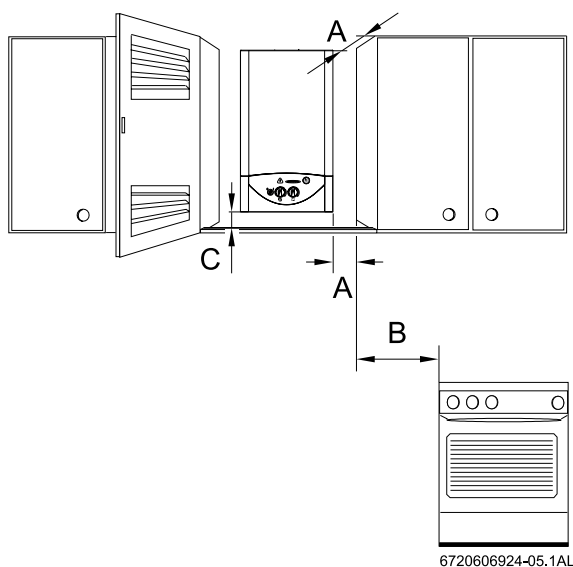

Fig. 6 Dimensiuni minime
- ▶ Să se asigure acces pentru lucrările de montaj și de întreținere - pentru aceasta respectați informațiile referitoare la distanțele minime din Fig. 6.